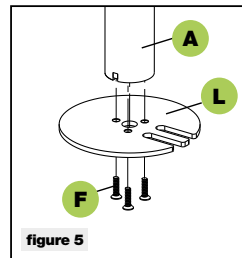

figure 5
2. Install the grommet base plate (l) to the pole (a) using 3pcs M5x14 bolts (f) and tighten using the Allen key (n), see figure 5.
2. Die Lochplatte (l) mit den 3 Schrauben 5x14 (f) am Rohr (a) befestigen und mit dem Inbusschlüssel (n) festziehen, wie in Abbildung 5 gezeigt.
2. Monter la base à anneau (l) sur le tube (a) en utilisant 3 vis M5x14 (f) puis les serrer à l'aide de la clé Allen (n), conformément à la figure 5.
2. Instalar la base de anillo (l) en el tubo (a) usando 3 tornillos M5x14 (f) y apretarlos con la llave Allen (n), como en la ilustración 5.
2. Zamontować podstawę pierścieniową (l) na rurze (a) za pomocą 3 śrub M5x14 (f) i dokręcić je kluczem imbusowym (n), jak na rys. 5.